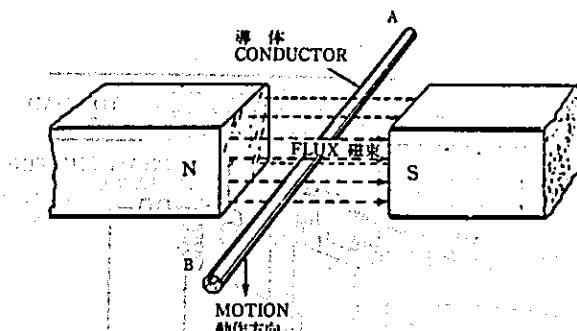

FIG. 1
81. 典型的な構造は図1の如である。
The typical structure is shown in fig.1.